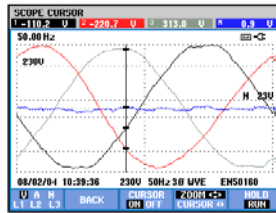

Abbildung 17-3. Anzeige Signalform mit Cursor und aktiviertem Zoom
- Drücken Sie F4, um die Pfeiltasten für die Zoom-Funktion zu aktivieren, wie in Abbildung 17.3 dargestellt. Jetzt können Sie mithilfe der Pfeiltasten nach links/rechts die Signalformen in horizontaler Richtung vergrößern oder verkleinern. Für die vertikale Richtung stehen Ihnen die Pfeiltasten nach oben/unten zur Verfügung. Bei aktiviertem Cursor ist dessen Position der symmetrische Mittelpunkt des horizontalen Zoom. Ist der Cursor deaktiviert, entspricht das Zentrum des horizontalen Zoom dem Mittelpunkt des Bildschirms. Der vertikale Zoom orientiert sich immer an der Mitte des Bildschirms.